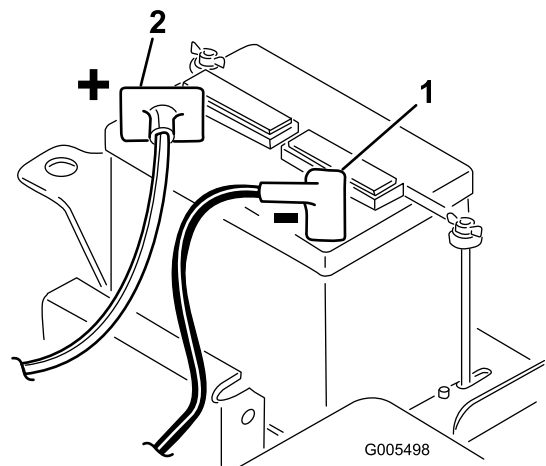

Figura 5
2. Ligue o cabo positivo da bateria (vermelho) a partir do solenóide de arranque ao pólo positivo (+) da bateria (Figura 5). Fixe-a com uma chave de porcas e cubra o terminal com vaselina. Certifique-se de que o cabo deixará espaço para o banco, na posição mais para trás, o que poderá causar desgaste ou danificar o cabo.